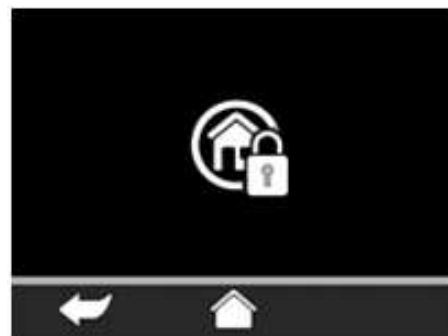

Abb. 38. Bedienseite Heizung bei Dauer-Schutzbetrieb
- Bei Aufruf der Bedienseite **Heizung** erscheint das Symbol für den Dauer-Schutzbetrieb. Eine Bedienung ist nicht möglich (Abb. 38).